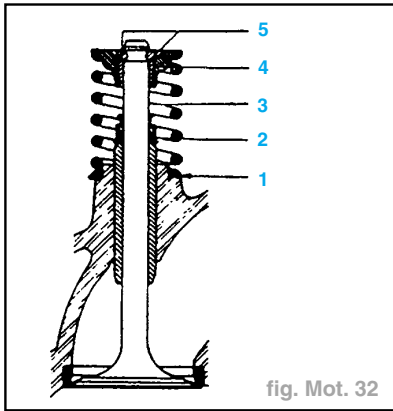

fig. Mot. 32
- Au remontage des soupapes, il convient de respecter l'empilage suivant (fig. Mot. 32) :
- (1) rondelle d'appui du ressort,
- (2) ressort,
- (3) coupelle de maintien,
- (4) (5) demi-bagues.